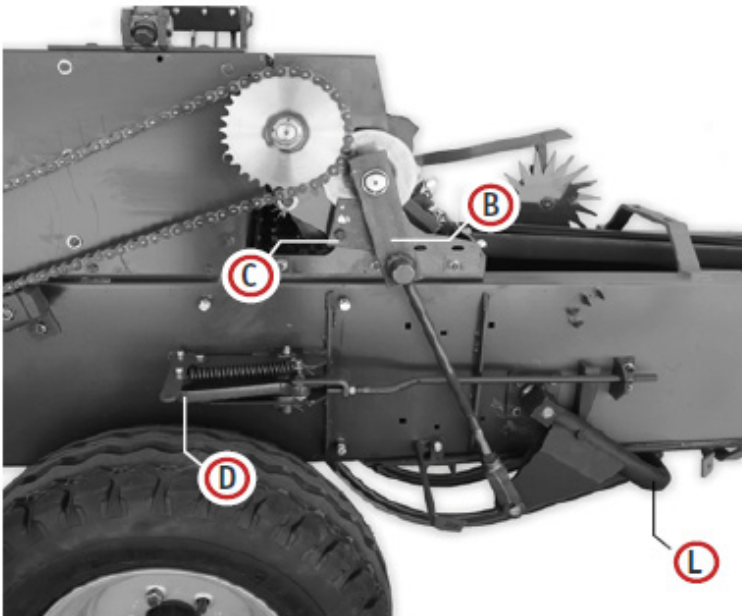

Fig.3
2. El brazo de la aguja (L) (Fig. 3) se ha deslizado hacia abajo y la barra de bloqueo (D) se ha introducido en la cámara de compresión, provocando la detención del pistón y la ruptura del perno de seguridad del volante (B) (Figura 2).
3. El pistón está demasiado flojo cuando corre en la cámara de compresión, dejando demasiado espacio entre los cortadores; Usted debe: Retirar los objetos extraños y reemplazar el perno de seguridad; (Fig. 3) establecer la distancia entre la barra de bloqueo y el costado de la cámara de compresión (entre 20 y 25 mm), como se informa en el siguiente párrafo 4.8.6.